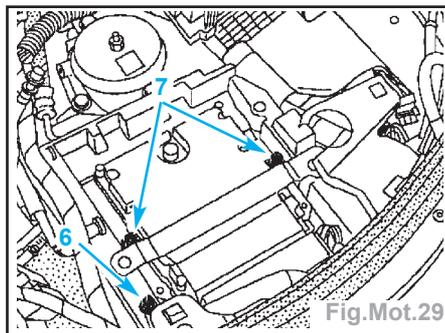

Fig.Mot.29
- la bride (6) de fixation du faisceau électrique (Fig.Mot.29),